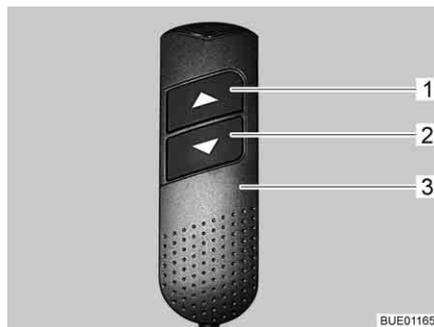

Bild 137 Handbedienteil
- Am Handbedienteil (Bild 137,3) Taste "▼" (Bild 137,2) drücken und gedrückt halten. Das Fußteil wird eingezogen. Die Kopfteile werden angehoben.
- Am Handbedienteil (Bild 137,3) die Taste "▲" (Bild 137,1) drücken und gedrückt halten. Das Fußteil wird ausgefahren. Die Kopfteile werden abgesenkt.
- Am Handbedienteil (Bild 137,3) die Tasten "▼" (Bild 137,2) bzw. "▲" (Bild 137,1) so lange drücken, bis die gewünschte Position erreicht ist. Die Kopfteile bleiben in der gewünschten Position.